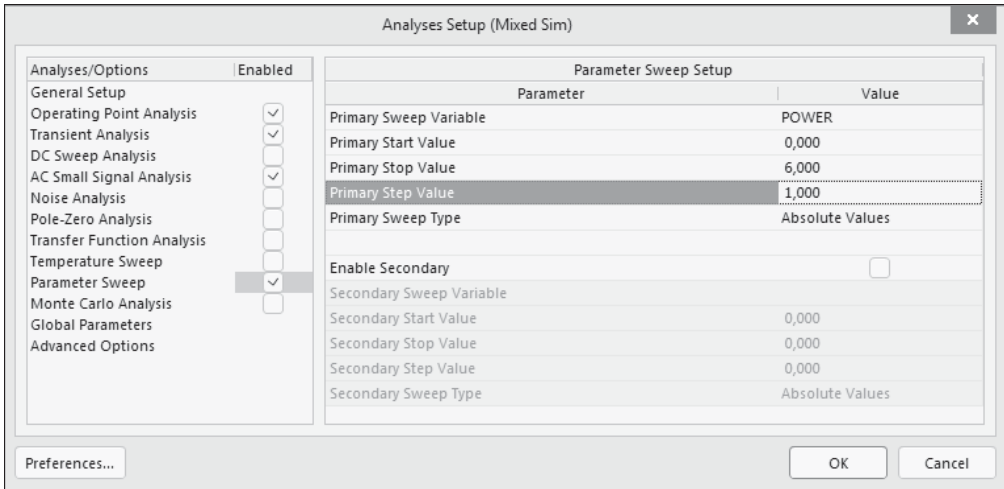

Рис. 8.14. Окно настройки режимов моделирования: вариация параметра — **Parameter Sweep**
3. Установить флажок ☒ **Enabled** для функции параметрического анализа **Parameter Sweep** — откроется панель настроек режима анализа **Parameter Sweep Setup** (рис. 8.14).